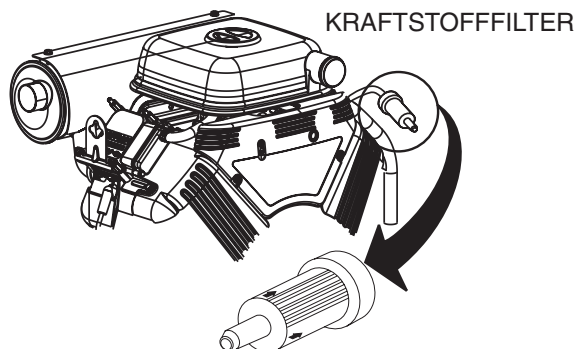

Abbildung 21. Position des Kraftstofffilters
1. Kraftstofffilter (Abbildung 21) alle 200 Stunden ersetzen.